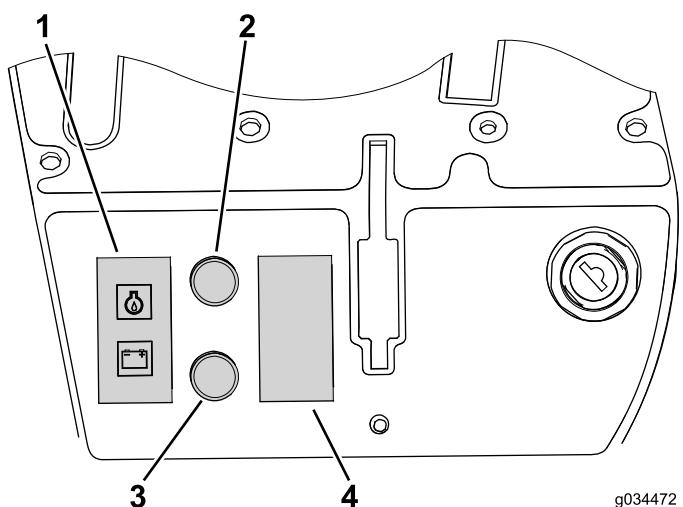
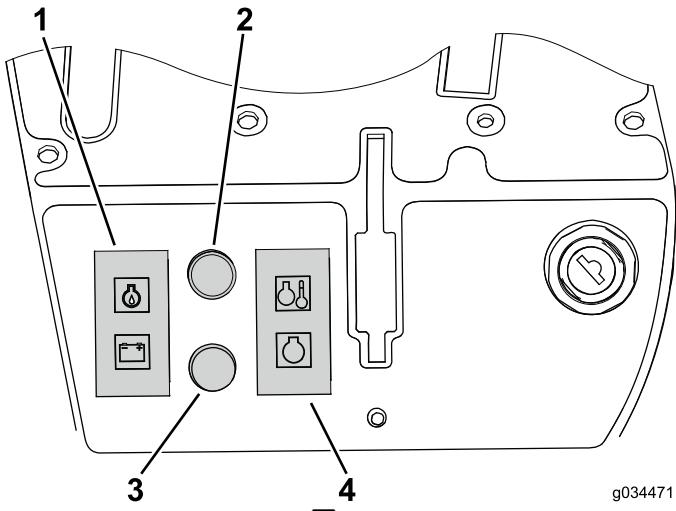

図 29
図 30
4. コンソールの開口部に警告ランプ類を取り付け、余っている穴は先ほど外したプラグでふさぐ図 29と図 30。